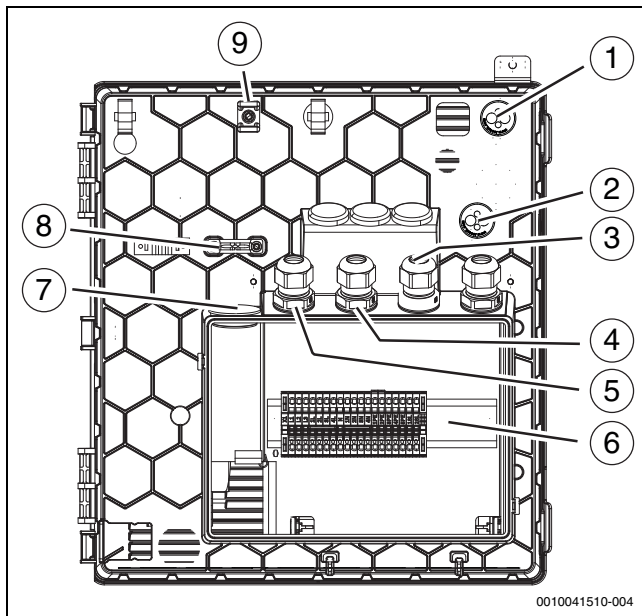

Bild 31 Kabledurchführungen zum Klemmenkasten
Bei Kabledurchführungen (→ Abbildung 31 [1], [2], [7]) genügt ein kleiner Einstich in die Membran, dann können die Leitungen durchgeschoben werden.
- ▶ Nach dem Einführen der Kabel die Kabelverschraubungen festziehen (→ Abbildung 31 [3], [4], [5]).
- ▶ Die festgelegten Befestigungspunkte [9] für die Befestigung der durch die Einführungen geführten Kabel verwenden (→ Abbildung 31 [1], [2]).